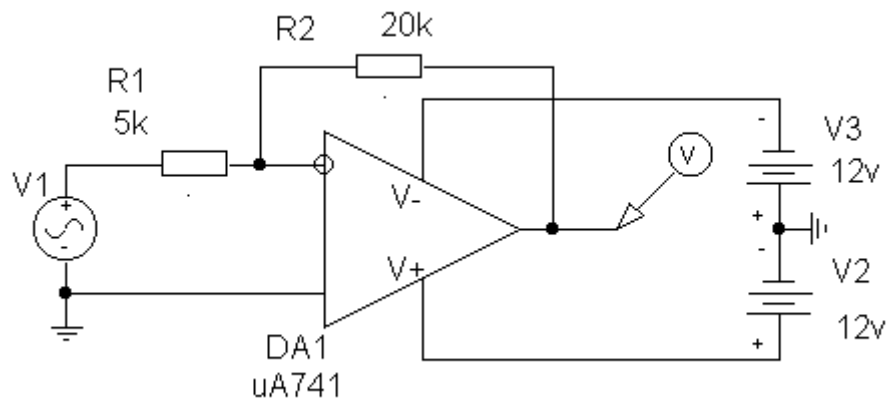

Рис. 3. Рабочая схема инвертирующего усилителя
4. Для исследования схемы инвертирующего усилителя необходимо собрать схему усилителя согласно рис. 3. Для этого:
5. Для исследования работы суммирующего усилителя необходимо из схемы инвертирующего усилителя (рис. 3) собрать схему сумматора (рис. 4). Затем: